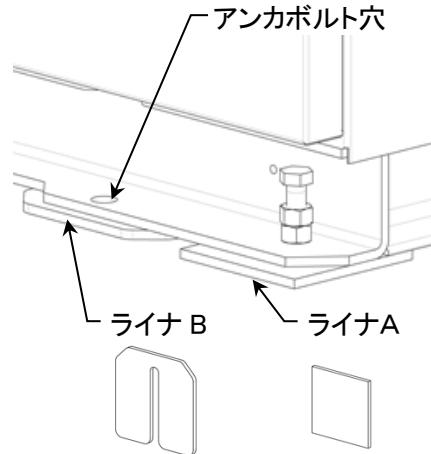

図 4-4
- 機械据付ベッドチャンネルに溶接された前後4~6箇所のボルト(M12)の下、及びアンカ穴の下に鉄板製ライナA、Bを敷き機械をその上に据付けます。(図4-4)